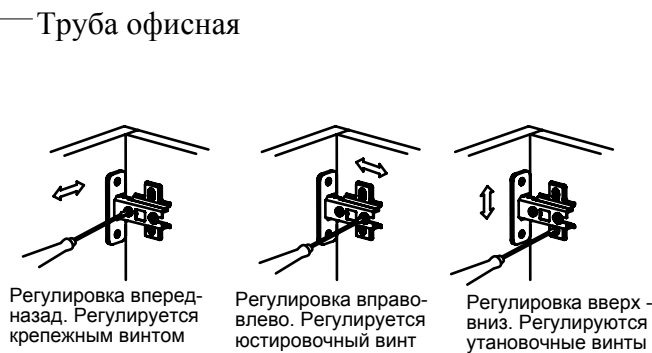

Рис.11
12. Установить двери, закрепив петли затяжными винтами. Отрегулировать двери с помощью регулировочных винтов (Рис. 11). Закрепить винтами М4х20 ручки на деталях 1, 2.